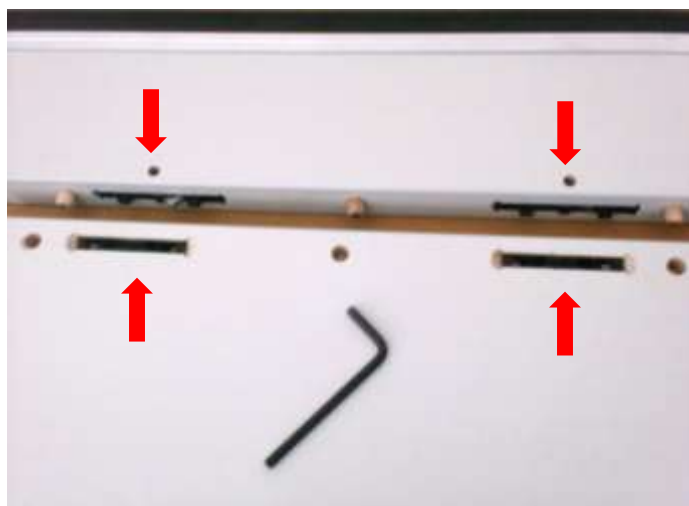

Abbildung 1
Der Teleguard Bettfluchtbügel wird zusammgebaut, indem der Sensorbalken auf die kurze Platte aufgesteckt – Abbildung 1 und mit dem Steckschlüssel ③ links und rechts gut festgezogen wird, sodass sich der Sensorbalken nicht mehr bewegt – Abbildung 2